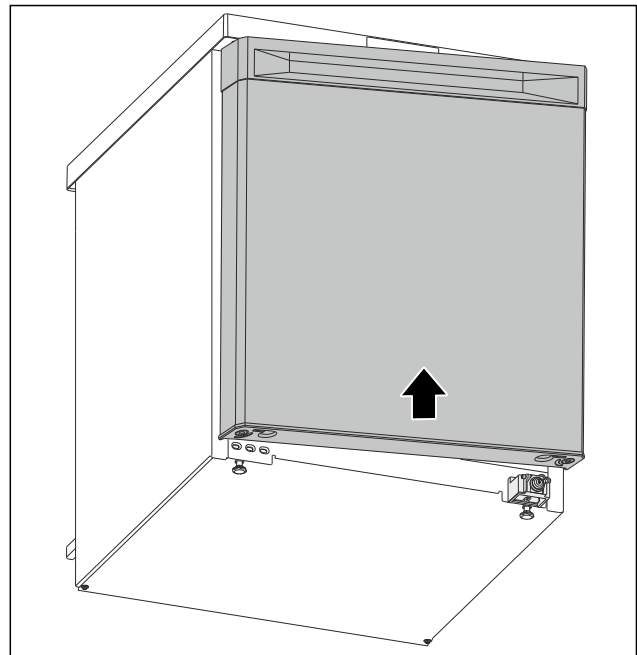

Fig. 22
- ▶ Tür im geöffneten Zustand auf oberen Bolzen schieben. (siehe Fig. 22)